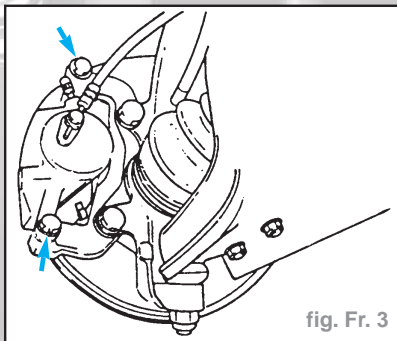

fig. Fr. 3
- Déposer l'étrier, les vis de fixation du guidage (flèche) (fig. Fr. 3).